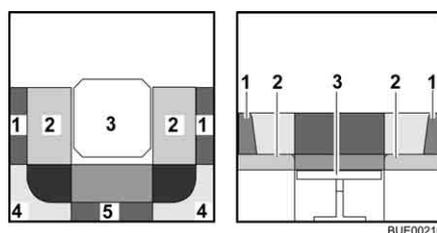

Fig. 73 Durante la trasformazione
- Rimuovere i cuscini dello schienale (Fig. 73,4 e 5) e riporti.
- Tirare i cuscini del divano (Fig. 73,2) verso il centro del tavolo.
- Posizionare i cuscini dello schienale (Fig. 73,1) tra i cuscini del divano e la parete esterna. Rispettare la forma cuneiforme.